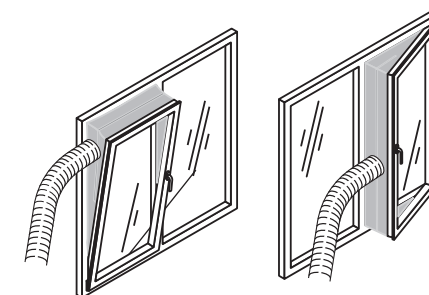

Рис. 8
- b. С помощью оконного адаптера (Рис. 8) можно вывести гофру от кондиционера прямо в окно, что позволяет контролировать температуру в помещении. Адаптер крепится к раме и створке окна. Установка оконного адаптера проста. Лента-липучка прикреплена к трем открытым сторонам. Сторона, где окно прилегает к раме, не учитывается.